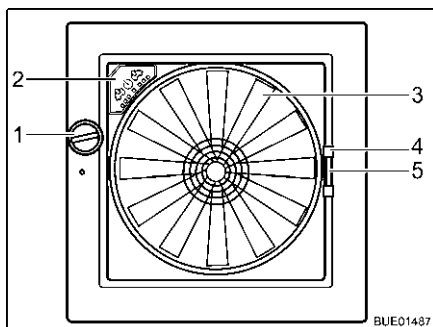

Fig. 117 Oblò Omni-Vent
- Apertura:** ■ Ruotare la manopola (Fig. 117,1), finché non si raggiunge l'angolo di apertura desiderato.
- Chiusura:** ■ Ruotare la manopola (Fig. 117,1), finché l'oblò non è completamente chiuso.
- Chiusura:** ■ Tirare la zanzariera per l'impugnatura (Fig. 117,4) verso il lato opposto del telaio.
- Chiusura:** ■ Serrare la maniglia (Fig. 117,5) dell'oscurante.
- Ventilatore** Se l'oblò è aperto, l'abitacolo può essere ventilato e sfiato con il ventilatore a 6 stadi (Fig. 117,3). Il ventilatore si controlla dal quadro di comando (Fig. 117,2).